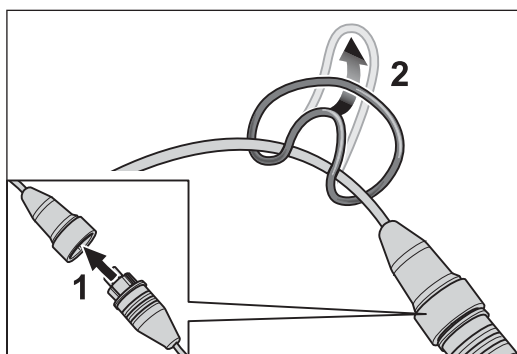

Abb. 21 Das Motorkabel mit dem Verlängerungskabel verbinden (1). Den Zugentlastungsring am Verlängerungskabel befestigen (2).
- 2 Stecken Sie den Stecker vom Motorkabel in die Kupplung des Verlängerungskabels (Abb. 21, 1).
- 3 Befestigen Sie den Zugentlastungsring am Verlängerungskabel (Abb. 21, 2).